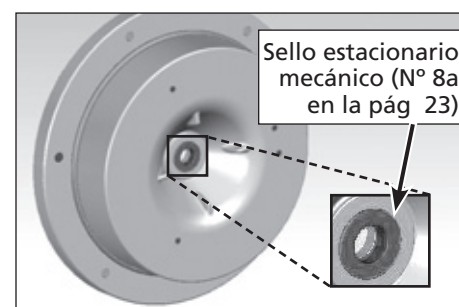

Figura 7
11. Con un destornillador haga palanca con cuidado en el asiento estacionario antiguo de la placa de sellado (vea Figura 7). NO RAYE EL DIÁMETRO INTERNO DEL SELLO.